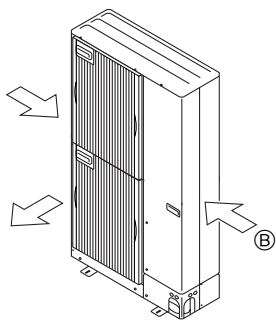

Fig. 2-16
② Bringen Sie die Anlage so an, dass die Abluft aus der Luftaustrittsöffnung im rechten Winkel zu derjenigen Richtung geführt wird, aus der saisonal bedingt starker Wind bläst. (Fig. 2-16)